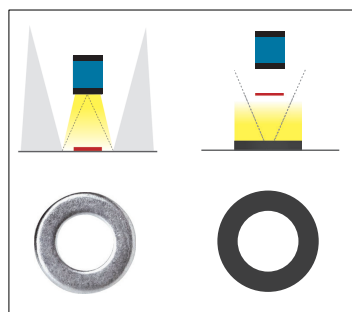

Figure 3 : rétro-éclairage
- **le rétro-éclairage** permet, selon le principe des ombres chinoises, d'obtenir des contours plus contrastés. Objet = noir, lumière = blanc (figure 3).